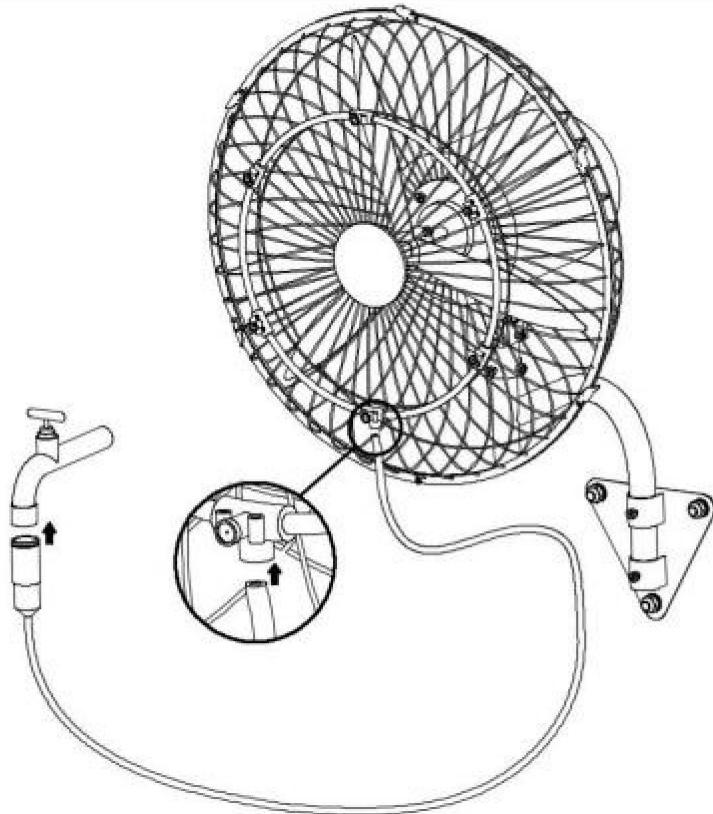

Fig. 11.
- Anslut vattenröret till kranen respektive sprutmunstycket och dra åt kranen. Se (Fig.11.) Klar!